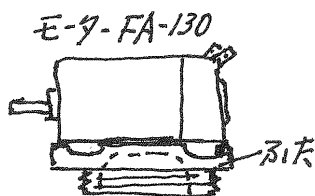
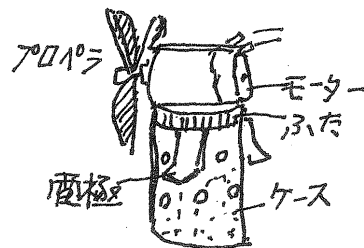

図4
図5
- ① フィルムケースのふたに両面テープを使いモーターを取り付ける。(図4)
- ② モーターにプロペラを取り付ける。
- ③ 1のフィルムケースにかぶせる。(図5)